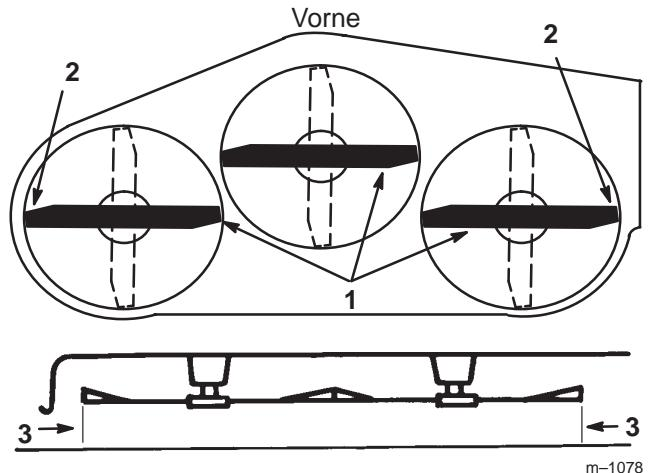

Bild 9
3. Drehen Sie die Schnittmesser vorsichtig von einer Seite zur anderen (Bild 9). Messen Sie den Abstand zwischen den äußeren Schneidkanten und der ebenen Oberfläche (Bild 9). Wenn die beiden gemessenen Werte mehr als 5 mm auseinander liegen, ist eine Einstellung erforderlich (siehe Schritte 4, 5 und 6).